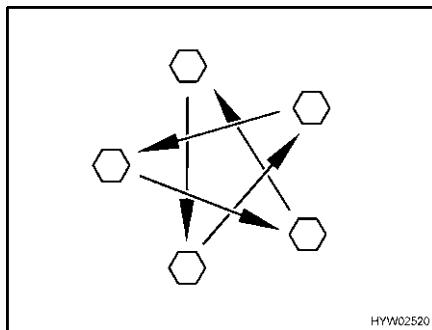

Fig. 116 Serrare a croce i dadi o i bulloni delle ruote
- Controllare regolarmente il serraggio dei dadi o dei bulloni. Regolare a croce (Fig. 116) il serraggio dei dadi o dei bulloni di una ruota sostituita dopo circa 50 km.
- ▷ Serrare a croce i dadi o i bulloni delle ruote (Fig. 116).